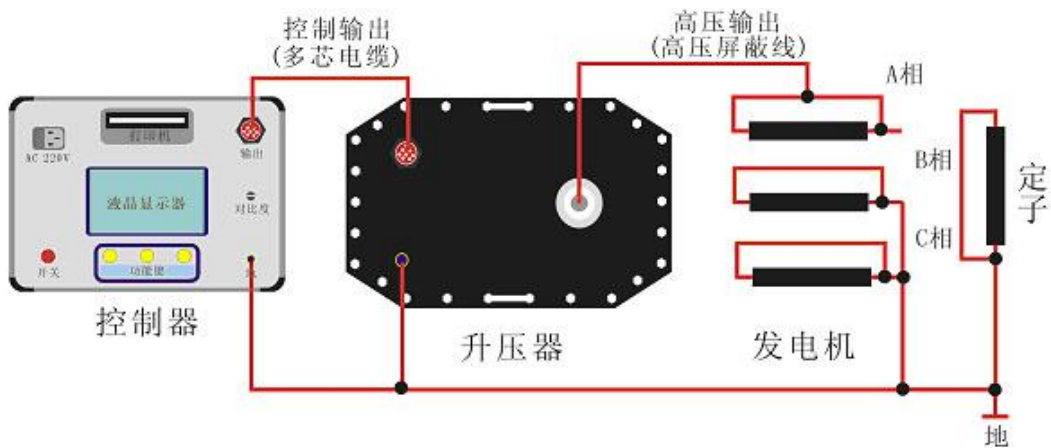

图 14 测量定子的某相连线图
2、连线方法：试验时应分相进行，被试相加压，非被试相短接接地。如图 14 所示。